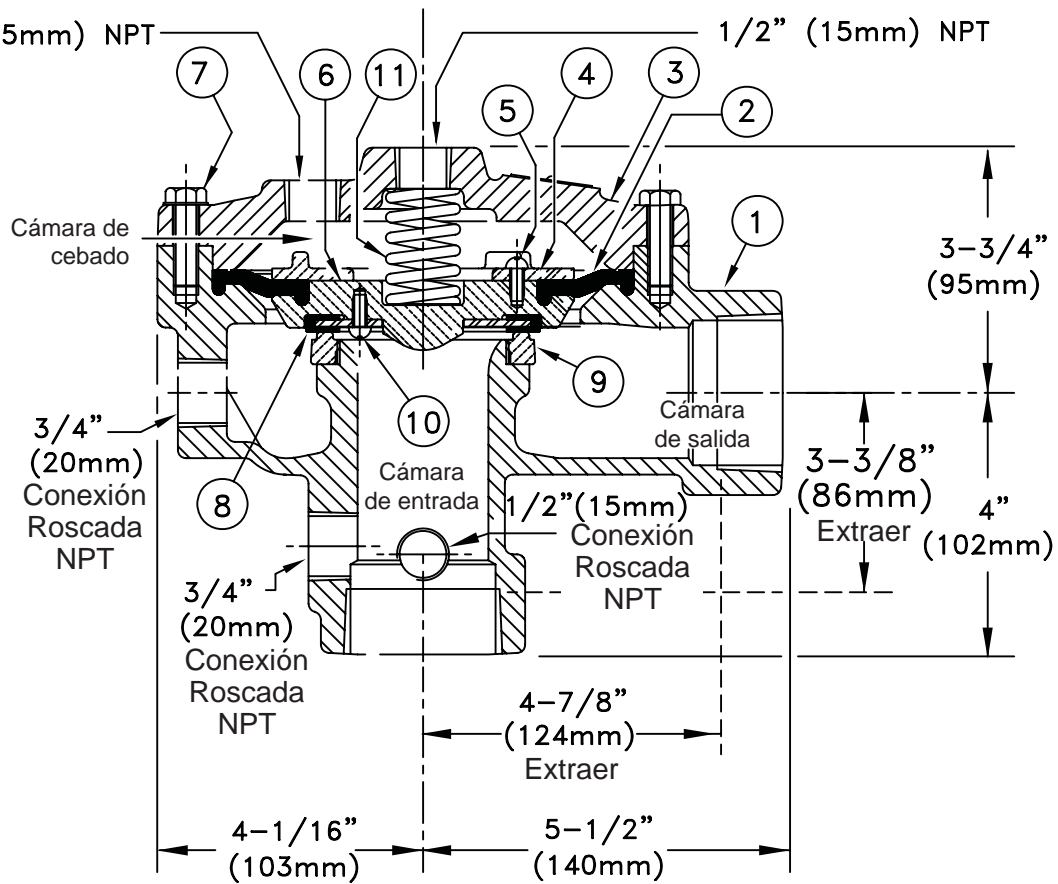

Figura 3 – Lista de repuestos
C. Separar la tapa (3):
- i. Extraer todos los tornillos (7) con una llave de tubo con casquillo de 9/16" y romper el precinto de la tapa.
- ii. Separar la tapa (3) del cuerpo de la válvula (1) y dejar a un lado con cuidado, levantar el muelle (11) de la clapeta (6).
5. Instalación de los repuestos y montaje de la válvula (ver la Figura 3)
- i. Quitar el conjunto de la clapeta (2, 4, 5, 6, 7, 8 y 10) colocando un destornillador plano entre el cuerpo (1) y el diafragma de goma y a continuación levantando el conjunto del cuerpo de la válvula (1).
- ii. Inspeccionar el asiento (9).